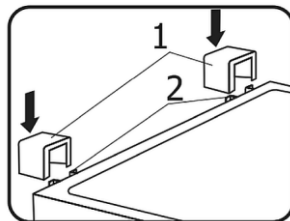

Fig. 2
8. Pegue nos dois suportes (1) e insira-os nas guias (2) no topo do painel traseiro (fig. 2).